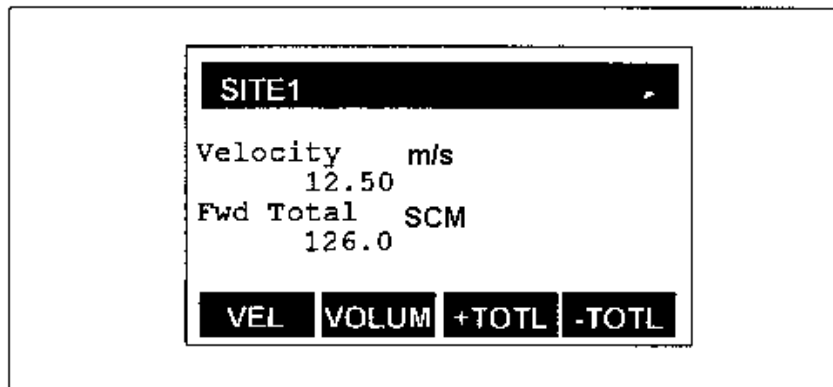

図 5-2 : DUAL を選択した後の画面
3. [F2]を押して DUAL を選択します。図 5-2 のような画面が表示されます。